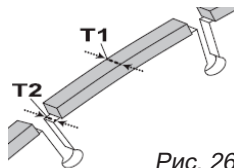

Рис. 26
**Убедитесь, что сегмент алмаза (Т1) шире сердцевины диска (Т2) во избежание заклинивания в режущих пазах и отдачи (рис. 26).